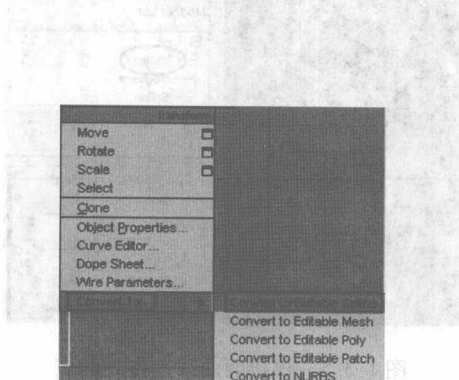

图 1.4.3 被复制矩形转换为可编辑样条线
(3) 在复制的矩形上单击鼠标右键,在弹出的菜单中选择 Convert to Editable Spline 转换成可编辑样条线,将矩形转换成可编辑的样条线,如图 1.4.3 所示。